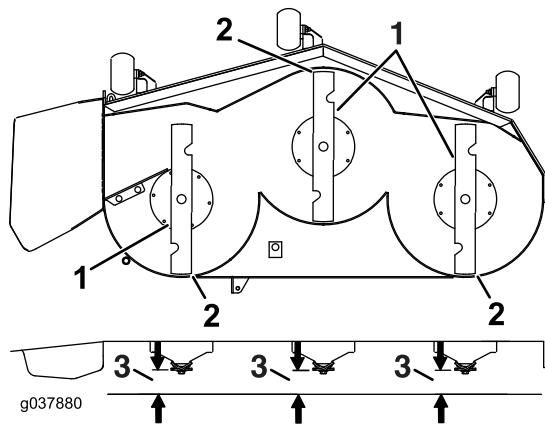

**Figura 86**
6. Mida entre la punta de la cuchilla y la superficie plana (Figura 86). Si ambas mediciones no están dentro de los 5 mm (3/16"), ajuste la nivelación; siga con este procedimiento.
14. Gire cuidadosamente las cuchillas colocándolas perpendicularmente al sentido de avance de la máquina (Figura 86).